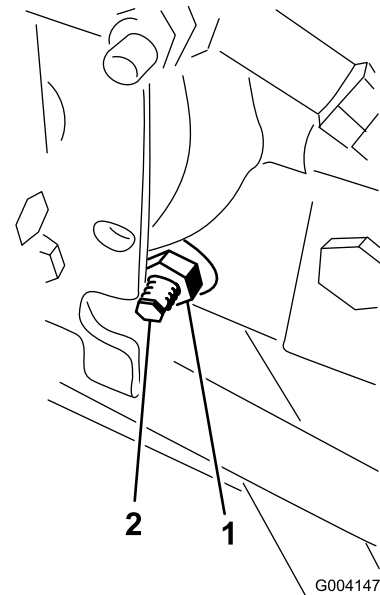

Figura 61
3. En el lado derecho del hidrostato, afloje la contratuerca de la leva de ajuste de tracción (Figura 61).